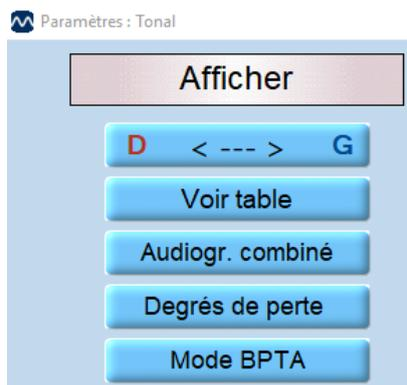

Figure 57
**Mode BPTA** : Active le mode Orthophonie (Figure 57).